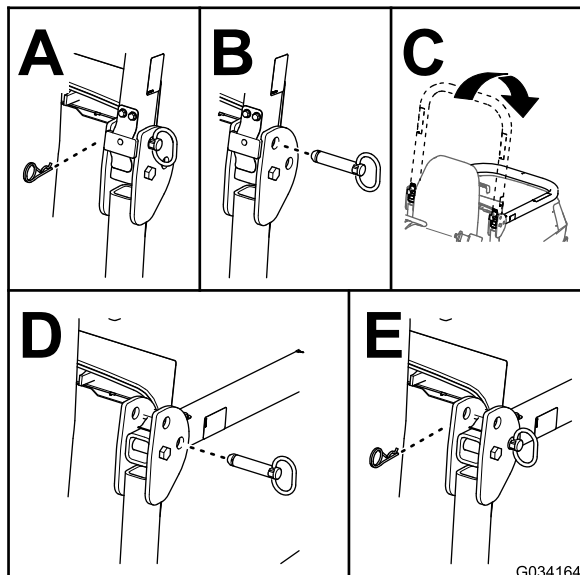

Figura 22
2. Îndepărtați cuiele spintecate și tifturile de la bara antiruliu (Figura 22).
3. Coborâți bara antiruliu și fixați-o cu tifturile și cuiele spintecate (Figura 22).